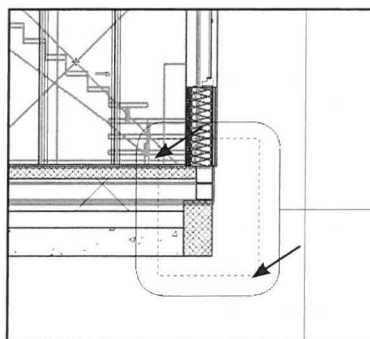

Fig. 15.07. Marker inde i *Callouten* fra nederste højre hjørne til øverste venstre hjørne uden at ramme *Callouten*.
- Marker alle objekter inden for *Callouten* på Snit A (Fig. 15.07).